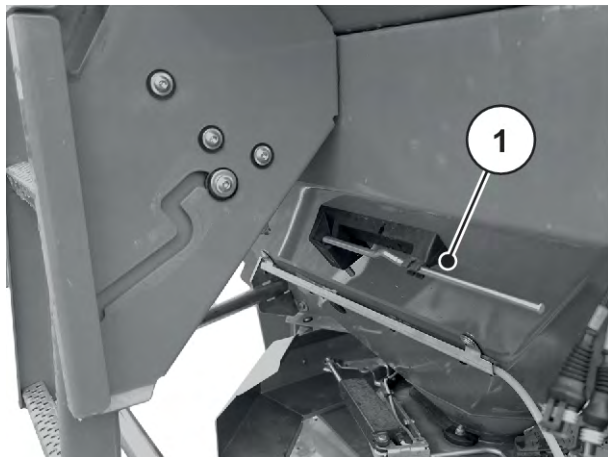

Рис. 36: Розташування регулювального важеля AXIS хх.2
- ▶ Знову вставте важіль регулювання в передбачене для нього кріплення. Див. *Рис. 36 Розташування регульовального важеля AXIS xx.2*